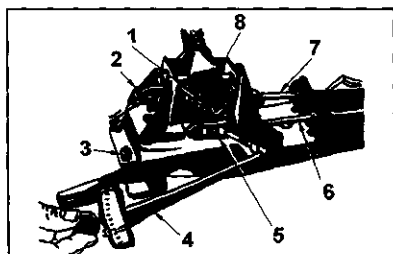

图 7-2-5 换挡拉索的调整
6. 调整换挡拉索并以 $6\text{ N}\cdot\text{m}$ 的扭矩拧紧调整螺钉, 见图 7-2-5。注意, 换挡拉索调整螺钉必须按规定拧紧。